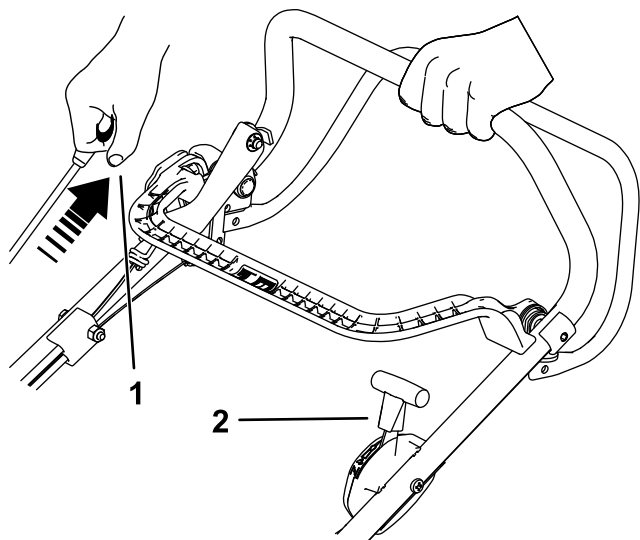

Figure 14
2. Tirez sur la poignée du lanceur jusqu'à ce que vous sentiez une résistance, puis tirez vigoureusement pour démarrer. Quand le moteur démarre, ramenez progressivement la commande d'accélérateur à la position HAUT RÉGIME si le starter était engagé (Figure 14).